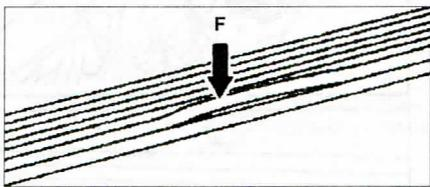

Рис. 1.3. Разрыв ребер ремня **F**.
- разрыв ребер ремня **F** (рис. 1.3);